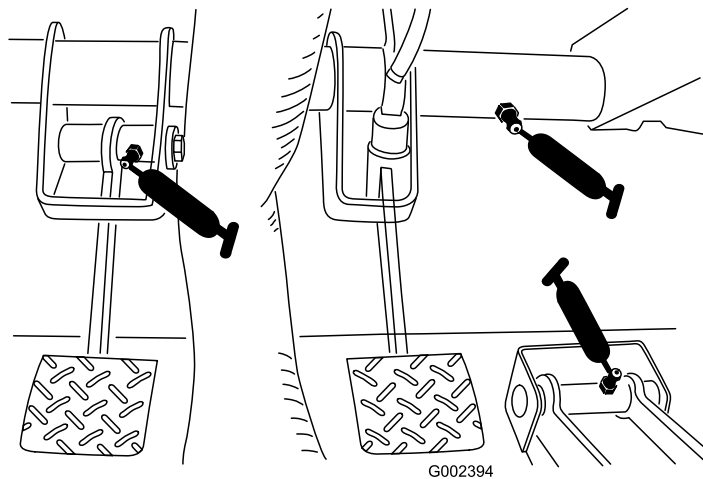

Figure 40
- Embrayage (1), accélérateur (1), frein (qté 1) (Figure 40)